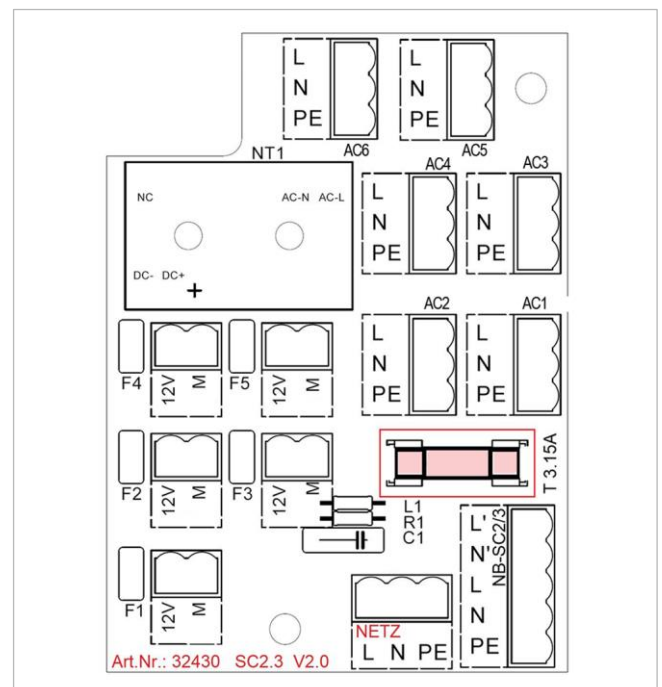

Abb. 2: Erweiterungsplatine für die Netzplatine der SolvisControl 3
2. Netzanschlussleitungen der beiden Pumpen in einem geeigneten Schutzrohr oder Kabelkanal zum Netzbaugruppengehäuse des Systems führen und auf der Erweiterungsplatine anschließen. (siehe S. 1 Abb. 2)
Stecker in eine freie Anschlussbuchse stecken (AC1 bis AC6, siehe S. 1 Abb. 2).